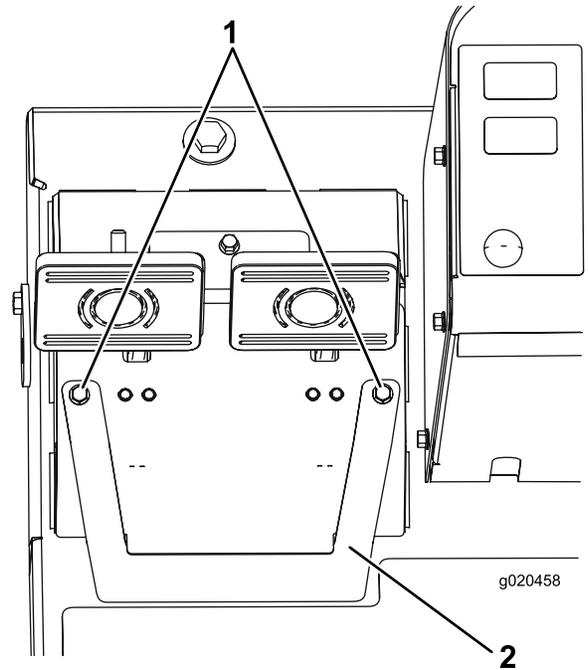

Figure 62
- A. Desserrez les 2 vis de montage et déposez le couvercle de réglage des freins (Figure 62).